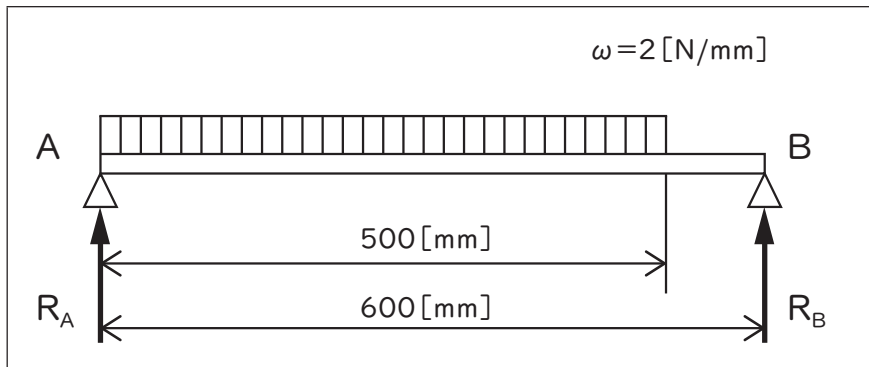

図3
(8) JIS B 0001に規定されている線の種類及び用途についての説明として、誤っているものを1～5から一つ選べ。解答番号は
(9) 次の図3に示す等分布荷重を受ける単純支持ばりについて、反力 R_A [N]、 R_B [N]の値の組合せとして、最も適切なものを1～5から一つ選べ。解答番号は